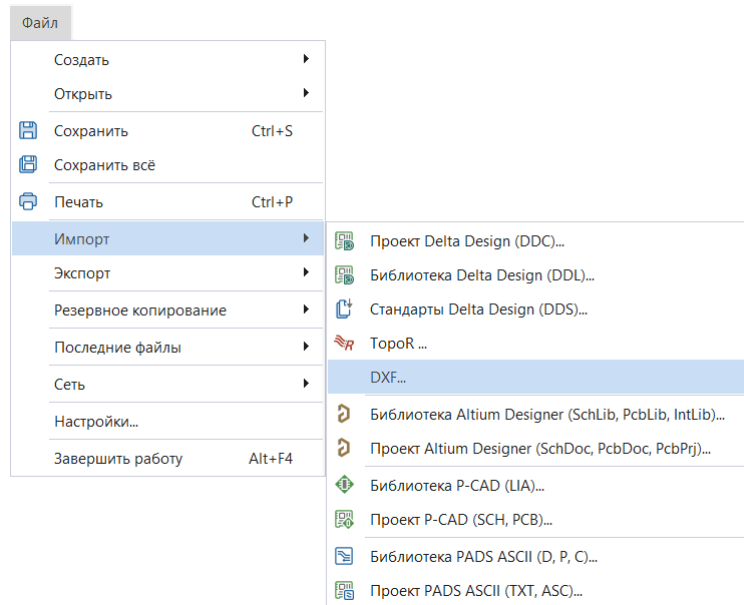

Рис. 47 Вызов импорта из главного меню
1. Воспользуйтесь механизмом «drag-and-drop» и перетащите файл DXF из локального месторасположения в рабочую область редактора чертежей или используйте раздел «Файл» главного меню → «Импорт» → «DXF», см. Рис. 47.